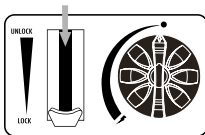

fig. 3
3. Druk de hendel van de patroon (6) naar beneden (fig.3) en sluit het deksel van de patroon.
4. Als u een "sissend" geluid hoort, is de cartridge niet goed geplaatst. Probeer het apparaat niet te ontsteken, maar zet hendel (6) in de positie "Ontgrendelen" en herhaal stap (1-4).